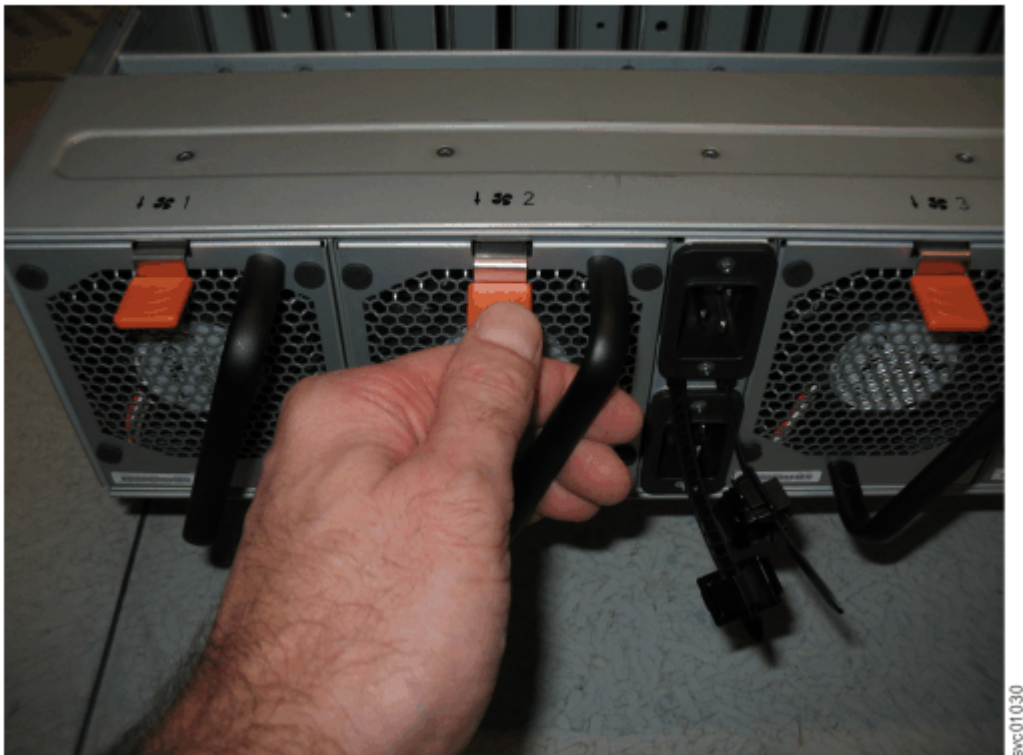

Figure 121. Patte de déverrouillage du module de ventilation
2. Appuyez sur la patte de déverrouillage du module de ventilation, comme le montre la Figure 121, à la page 108.